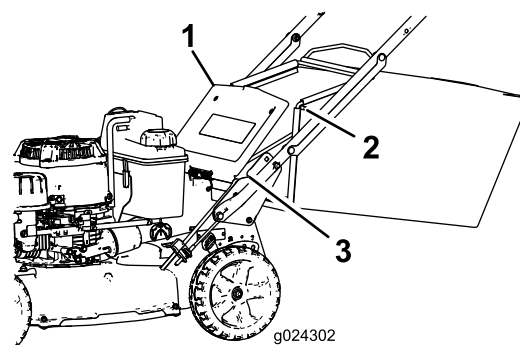

Рисунок 20
2. Поднимите и удерживайте заднюю дверцу (Рисунок 20).
4. Вставьте концы штанги травосборника в выемки в основании рукоятки и, покачивания травосборник из стороны в сторону, убедитесь, что концы штанги находятся в нижней части обеих выемок (Рисунок 20).
3. Выньте штангу травосборника из выемок в основании рукоятки (Рисунок 20).